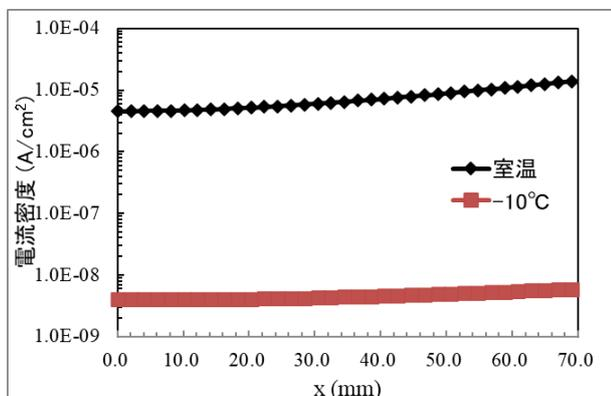

図2 アノード表面の電流密度分布
- ・ 分極曲線を入力データとして、計算で求められた低温(-10°C)と室温(25°C)でのアノード表面の電流密度の分布を図2に示します。電流密度は、A1015の腐食量に対応します。
- ・ 図2から求められる、A1015の室温の腐食量に対する-10°Cの腐食量の比率を表1に示します。計算と実験で求められた比率は、どちらも1/1000程度と、実験と計算結果がほぼ一致する結果となっています。